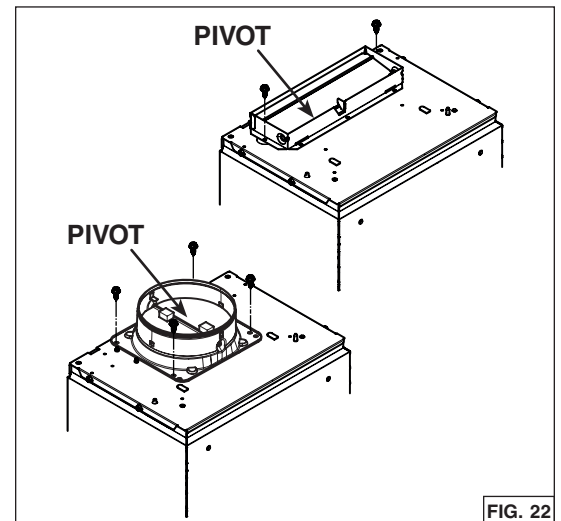

FIG. 22
9. Pour un conduit rectangulaire, utiliser 2 vis à métaux no. 8-18 x 1/4 po (incluses) pour fixer l'adaptateur/volet de 3/4 po x 10 po (inclus) sur le dessus de l'appareil, par dessus l'ouverture d'évacuation du ventilateur (FIG. 22).